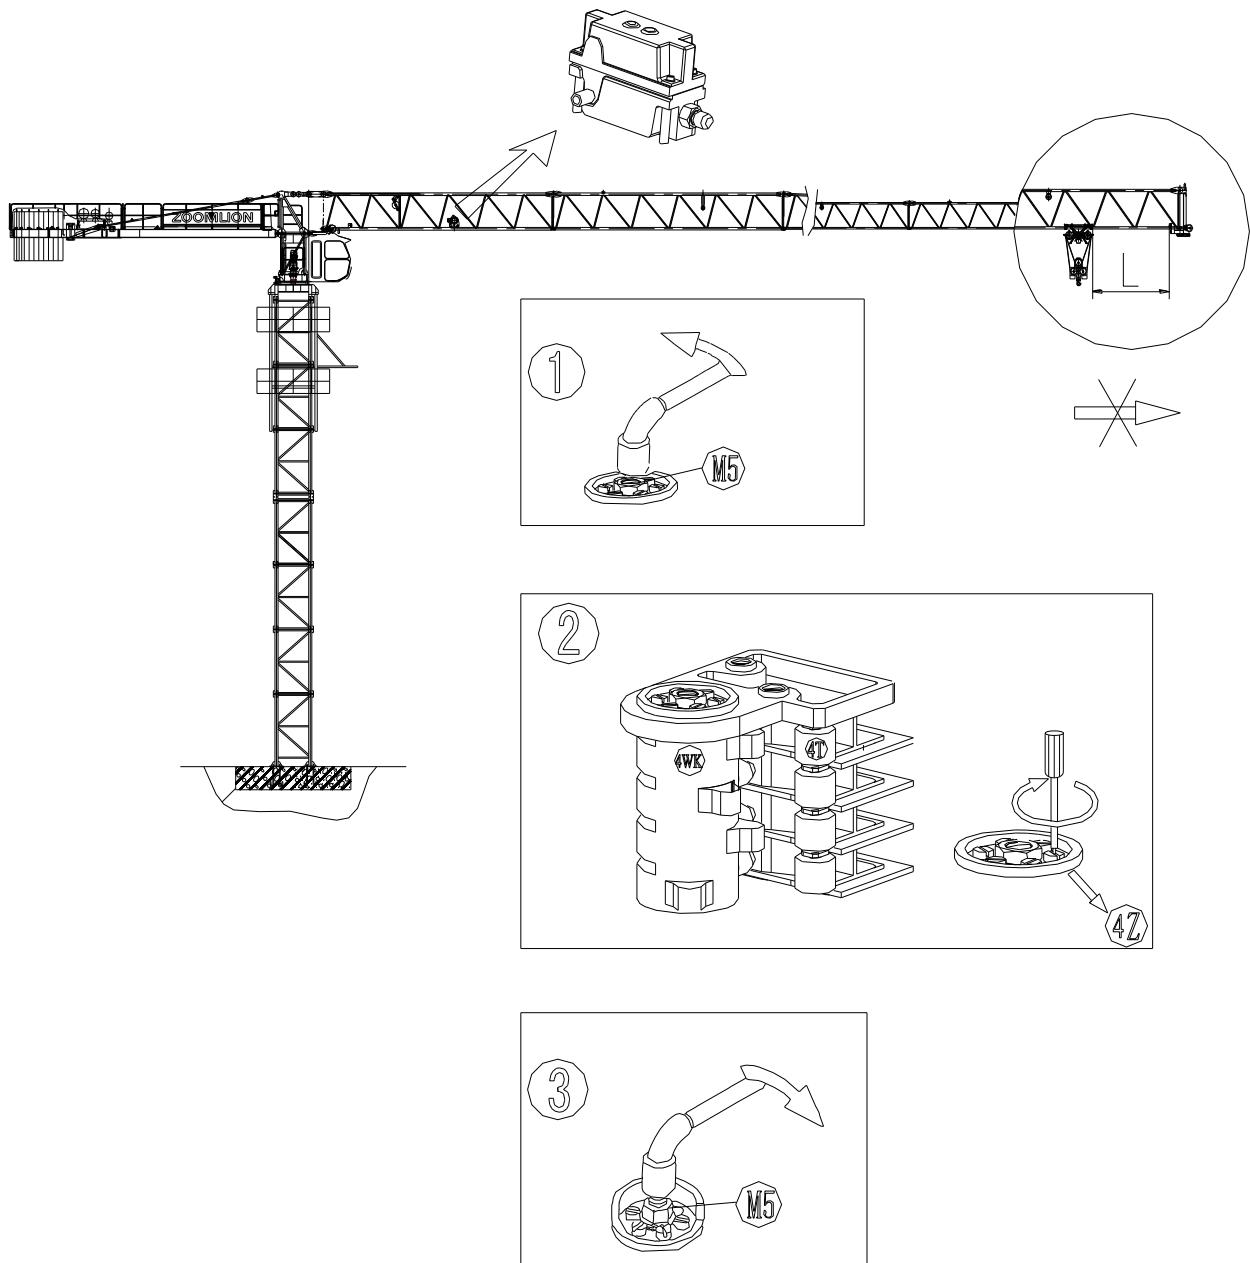

图 9.3-4 向外变幅限位
- (1) 松开螺母 M5;
- (2) 载重小车以低速开至起重臂臂尖缓冲器 $L=0.5m$ 处, 按程序调整(4Z)轴, 使凸轮(4T)压下微动开关 (4WK), 使小车停止向外移动;
- (3) 拧紧螺母 M5, 见图 9.3-4。